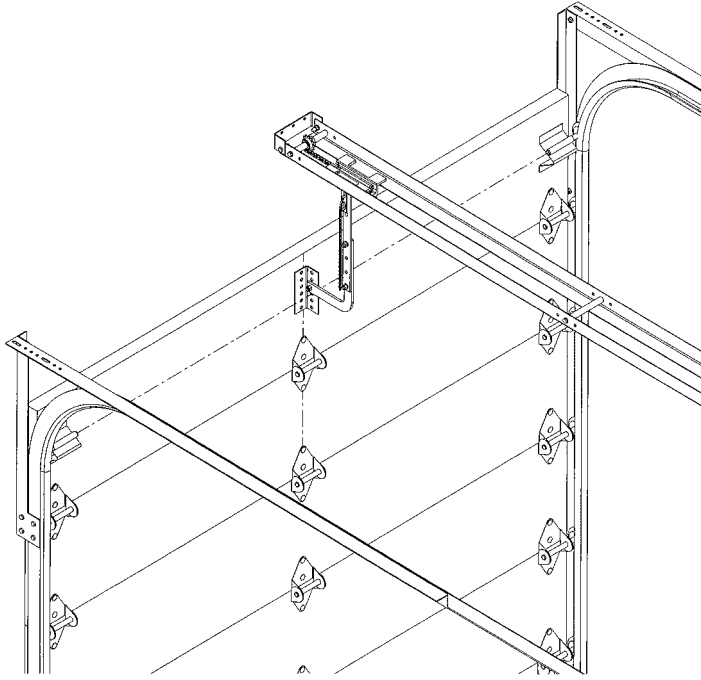

Figure 12 Installation du bras d'ouverture
- 13 Fermer la porte. Relier le bras de porte au chariot à l'aide du boulon de 3/8 po x 3 po fourni. Fixer le support de porte au bras et le positionner sur la porte comme illustré à la Figure 12. Montez le support de porte au milieu de celle-ci de telle manière que ce support soit également aligné avec les galets supérieurs de la porte.